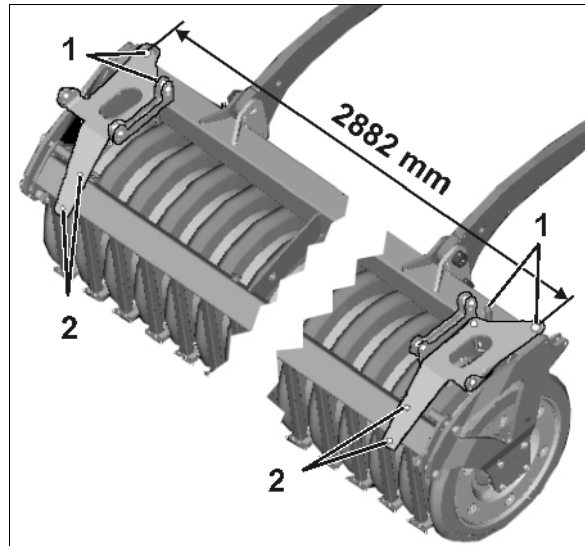

Fig. 22
- 1.1 Vorne (Fig. 22/1) Klemmbügel verwenden.
- 1.2 Hinten (Fig. 22/2) Klemmblech und Schrauben verwenden.